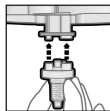

Fig. 2
3. Sitúe una de las puntas de mezcla Dynamix adjuntas sobre los orificios de salida del cartucho (Fig. 2).